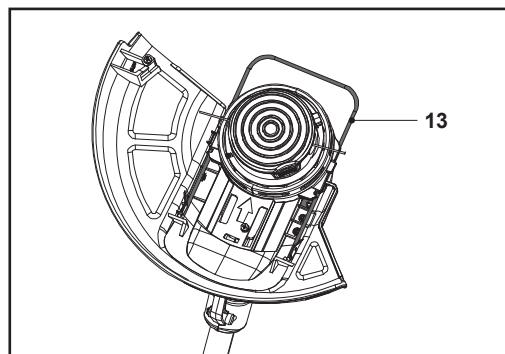

Fig. 11. Position de rangement
- Rentrer le protecteur de plantes (13) pour le transport et le rangement (Fig. 11).